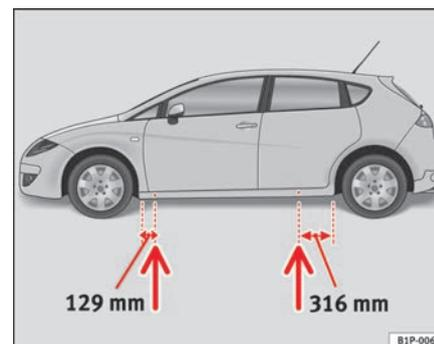

Fig. 156 Puntos de apoyo del gato
- Busque en el larguero inferior del vehículo el punto de apoyo mas cercano a la rueda pinchada ⇒ página 247, fig. 156
En el larguero inferior van marcados los lugares en los que se puede apoyar el gato ⇒ página 247, fig. 156. Se ha previsto un lugar para cada rueda. El gato no debe colocarse en otros lugares.